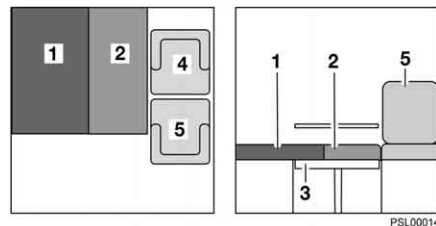

Fig. 45 Après la transformation
- Tirer le coussin d'assise (Fig. 45,2) sur la table.
- Placer le coussin de dossier (Fig. 45,1) sur la banquette.
- Pousser le siège passager (Fig. 45,5) aussi loin que possible vers le côté chauffeur.
- Rapprocher le siège conducteur (Fig. 45,4) aussi près que possible du siège passager.